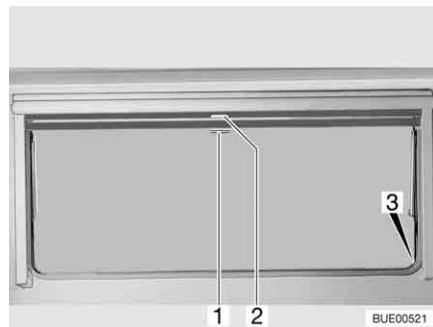

Bild 51 Ausstellfenster
- Verdunklungsrollo am Griff (Bild 51,2) nach unten ziehen. Wenn das Verdunklungsrollo ganz geschlossen wird, das Verdunklungsrollo auf beiden Seiten am Fensterrahmen in die Arretierung (Bild 51,3) einhängen.
- Wenn das Verdunklungsrollo vollständig geschlossen ist: Den Griff (Bild 51,2) nach unten drücken und den Griff dabei leicht nach innen ziehen. Das Verdunklungsrollo aus den Arretierungen links und rechts am Fensterrahmen aushängen.
- Wenn sich das Verdunklungsrollo in Zwischenposition befindet: Den Griff (Bild 51,2) leicht nach unten ziehen, bis sich die Arretierung gelöst hat.
- Insektenschutzrollo am Griff (Bild 51,1) nach unten ziehen und auf beiden Seiten am Fensterrahmen in die Arretierung (Bild 51,3) einhängen.
- Griff (Bild 51,1) nach unten drücken und den Griff dabei leicht nach innen ziehen. Das Insektenschutzrollo aus den Arretierungen links und rechts am Fensterrahmen aushängen.